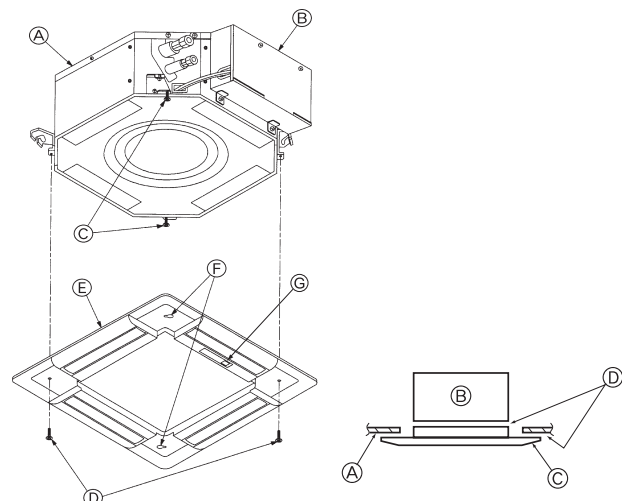

Fig. 5-6
5.3.2. Installazione temporanea della griglia (Fig. 5-6)